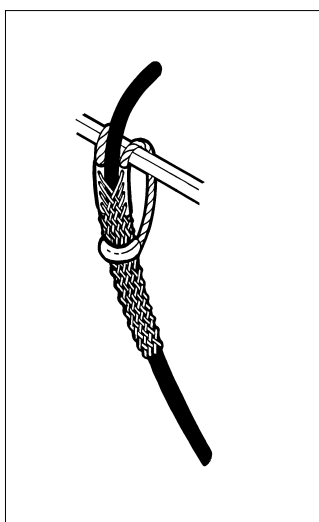

Fig. 1.23
- Fixer le coffret de commande (153) au milieu sur le garde-corps côté rue.
- Brancher le câble d'alimentation au coffret au moyen de la prise CEE. Le câble doit être attaché à la plate-forme au moyen d'une chaussette (Fig. 1.23). Pour les hauteurs supérieures à 100 m, vérifier l'effort de traction admissible sur le câble.